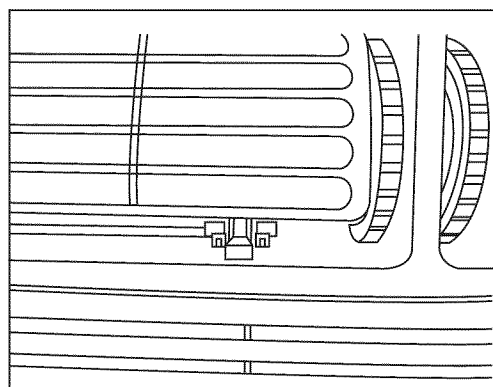

Figure 1 (ÉVÉNEMENT FERMÉ)
1. faire recirculer l'air intérieur – événement fermé (voir Fig. 1)